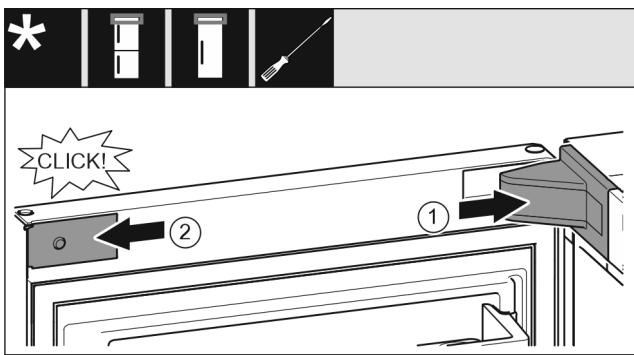

Fig. 20
- Mettre en place le cache du support de palier Fig. 20 (1) et l'enclencher. Au besoin, l'écartier avec précaution.
- Placer le cache Fig. 20 (2) sur le côté et l'enclencher.